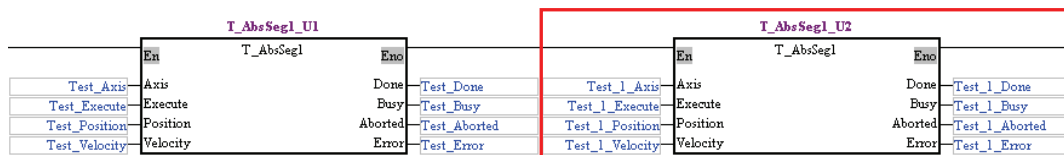

图 13-37 再次使用前缀字自动生成变量
- (2) 若程序中有使用到相同的功能块定义时，选择「输入前缀字 (!)」后，会依照同样的规则建立变量符号，但会在前缀字后自动加上序号（而不是在变量结尾），如图 13-37。